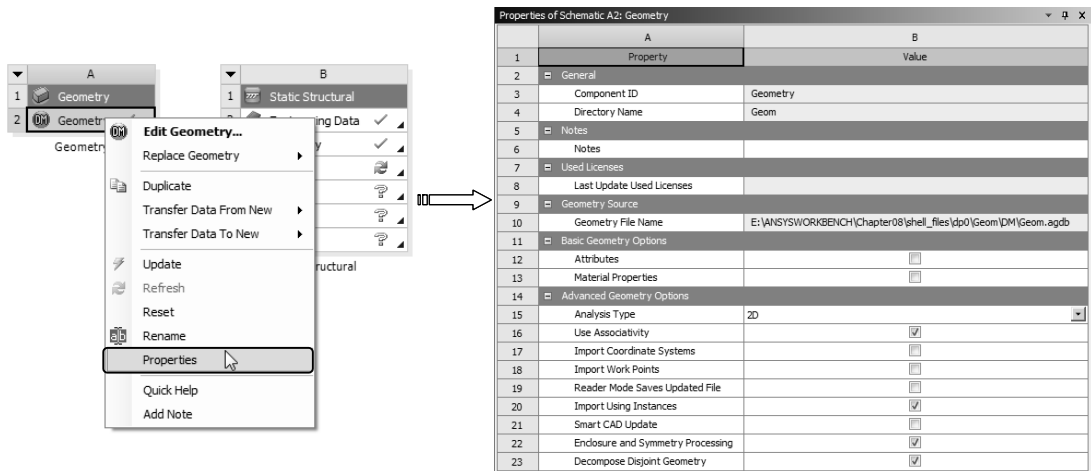

图 5-41 设置 2D 分析类型
6) 在 A2 栏的【Geometry】项上单击鼠标右键，在弹出的快捷菜单中选择【Properties】命令，弹出【Properties of Schematic A2: Geometry】窗口，在【Analysis Type】下拉列表中选择 2D 分析类型，如图 5-41 所示。